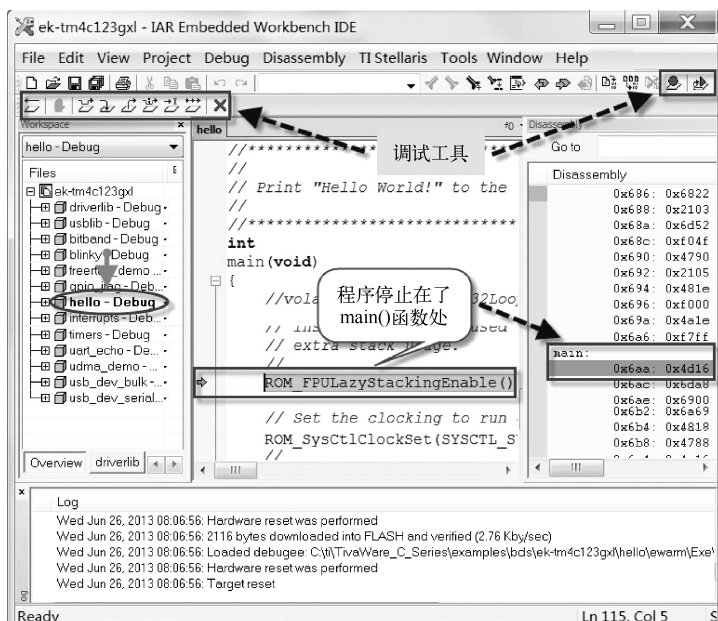

图 1-66 启动工程调试
7) 单击工具栏中的下载与调试图标启动工程调试, 此时程序将停止在 main() 处等待执行命令, 如图 1-66 所示。